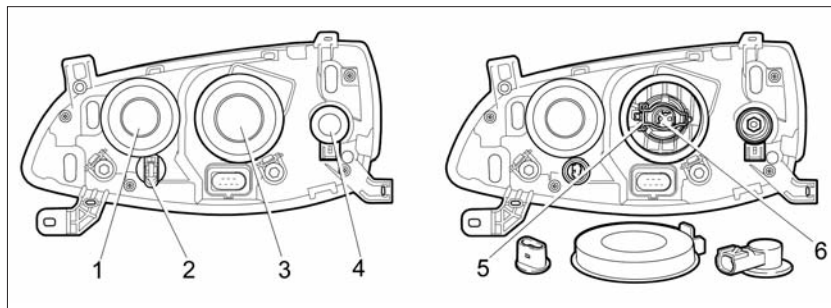

Рис. 62. Блок-фара
- снимите защитную резиновую крышку **3** (рис. 62);